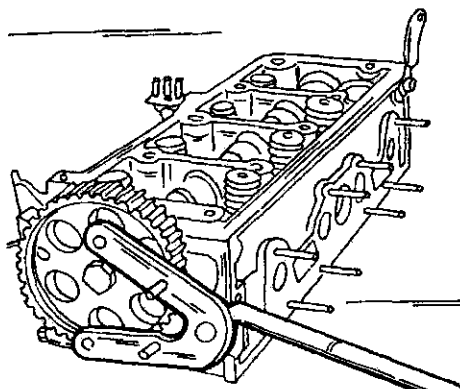

Рис. 92. Отворачивание болта зубчатого шкива распределительного вала. Удерживать зубчатый шкив указанным образом.
- Заблокировать соответствующим образом зубчатый шкив распределительного вала (Рис. 92) и отвернуть болт. Снять болт, шайбу и зубчатый шкив.